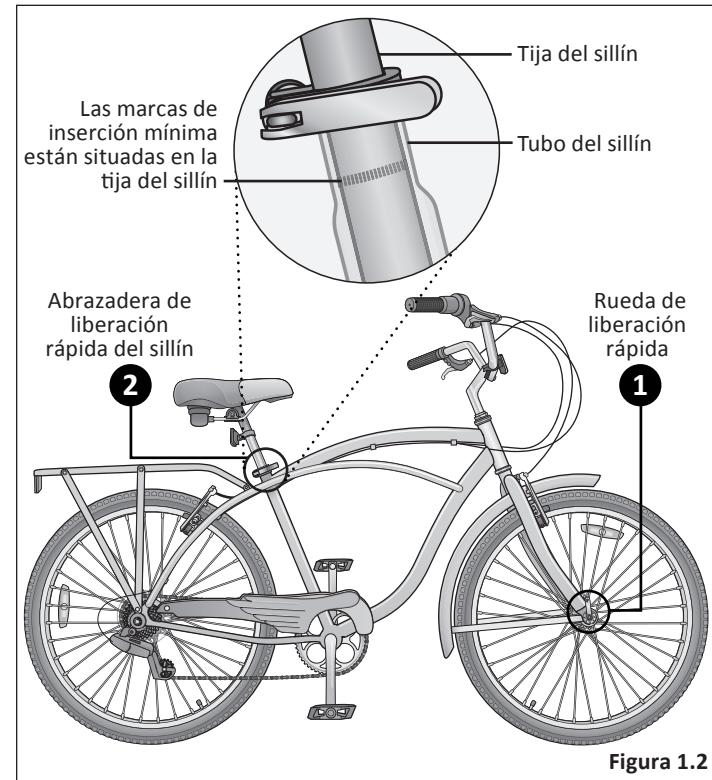

Figura 1.2
- 1 Algunas bicicletas vienen equipadas con palancas de liberación rápida para la rueda delantera. Las ruedas deben estar firmemente bloqueadas. Asegúrese de que la palanca de liberación rápida de la rueda esté firmemente bloqueada en su lugar. **Figura 1.2**
- 1** Sus piernas deben estar casi completamente rectas cuando el pedal está en la posición más baja, con sólo una leve curva en la rodilla. **Figura 1.2**